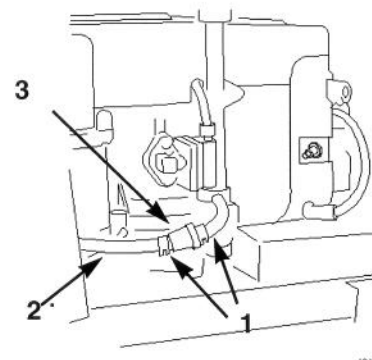

Bild 28
4. Die Enden der Schlauchklemme zusammendrücken und auf die Kraftstoffleitung in Richtung Kraftstofftank aufziehen (Bild 28).
5. Die Kraftstoffleitung vom Filter abziehen (Bild 28) und das Benzin in einen Benzinkanister oder eine Auffangwanne ablaufen lassen.